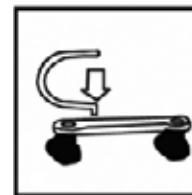

Fig. 1
2. Montare le rotelle di avanzamento sui appositi listelli e infilare l'estremità piegata della staffa nell'apertura su ogni listello (Fig. 1).